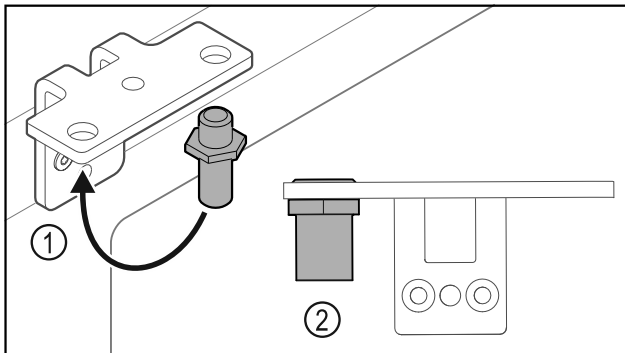

Fig. 17
- Aseta saranakulman pultti Fig. 17 (1) toiseen paikkaan.
- Kiristä pultti Fig. 17 (2) **vääntömomentilla 12 Nm**.